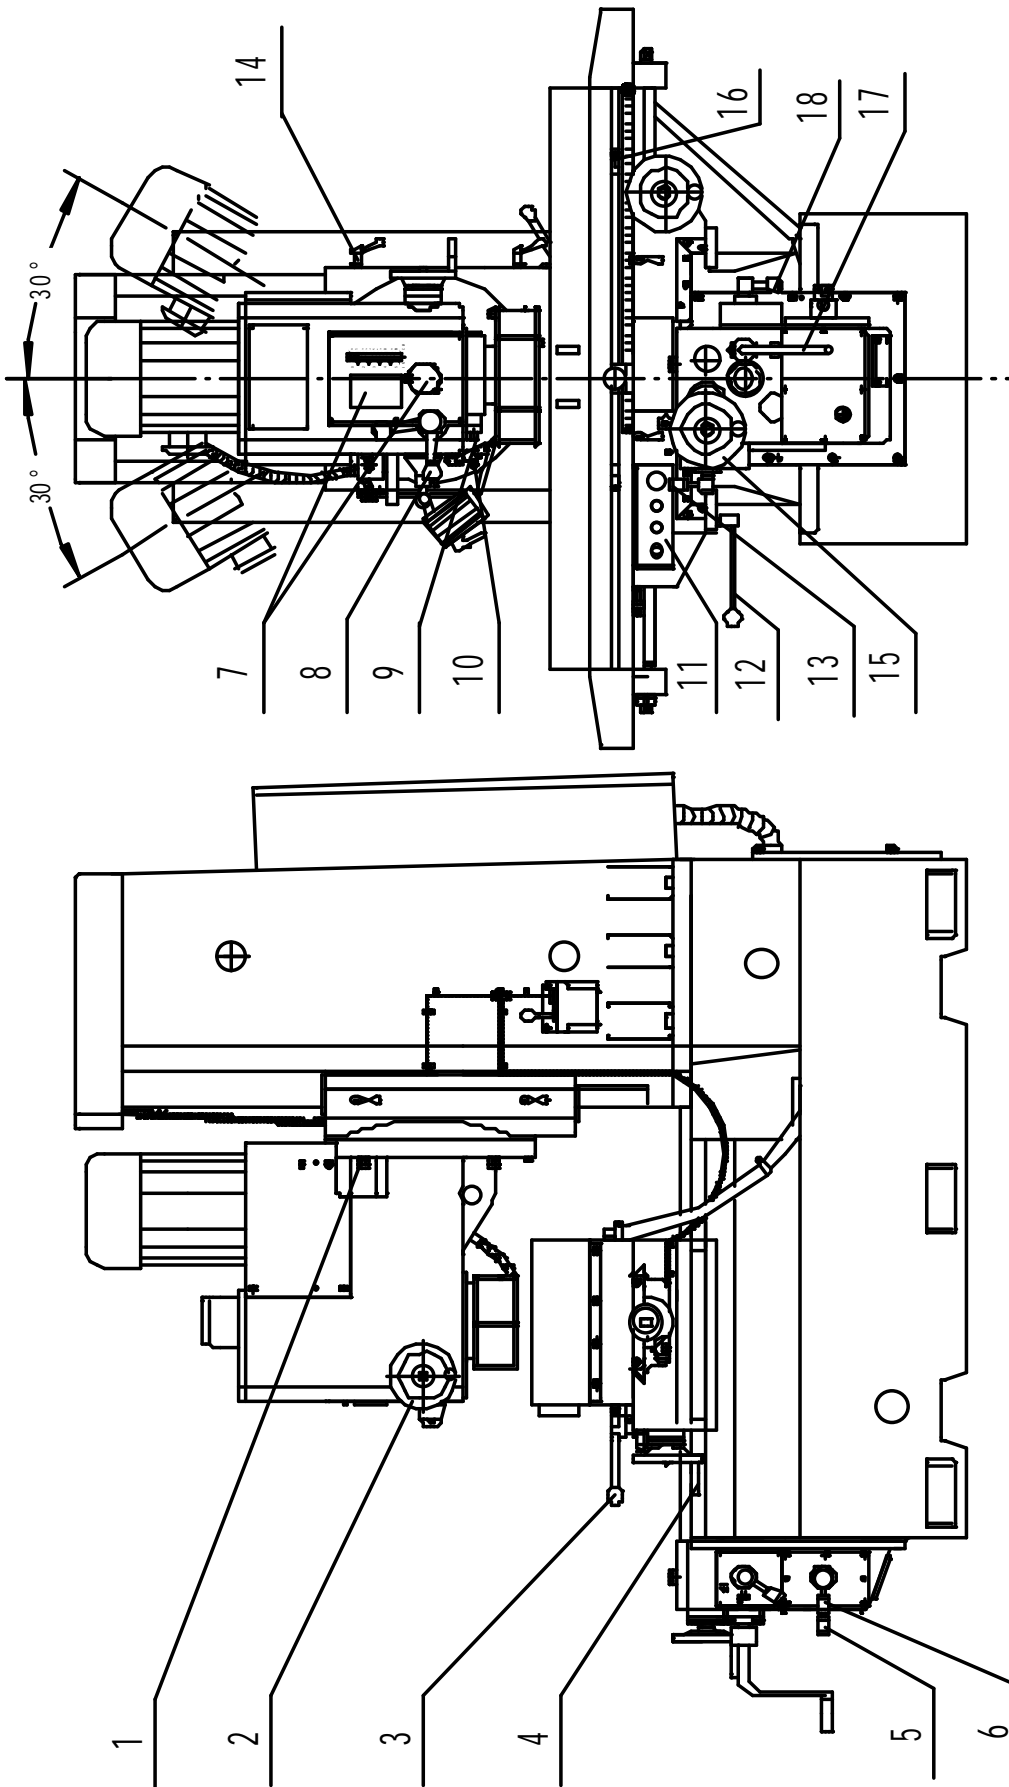

Рис.5
1. Перед началом эксплуатации станка внимательно ознакомьтесь с рис. 5.
3. Шпиндельная бабка может поворачиваться на $\pm 30^\circ$ в вертикальной плоскости. При наклоне, прежде всего, выньте штифт (10), затем ослабьте шесть гаек (1), соединяющих шпиндельную бабку с вертикальными салазками. Обратите внимание, что данные гайки необходимо отвернуть на 1-2 оборота. Не рекомендуется сильно ослаблять. Поверните вал (9), шпиндельная бабка поворачивается в требуемое положение, закрепите шесть гаек (1).
4. Скорость шпинделя отображается и настраивается на дисплеи (7), установка параметров частотного преобразователя и управление переключения, зона отображения, нижняя поворотная рукоятка (7) может управлять скоростью шпинделя. Детальную информацию смотрите в Руководстве по эксплуатации (электрооборудование).
5. Движение пиноли шпинделя может осуществлять только вручную с помощью маховичка (2).